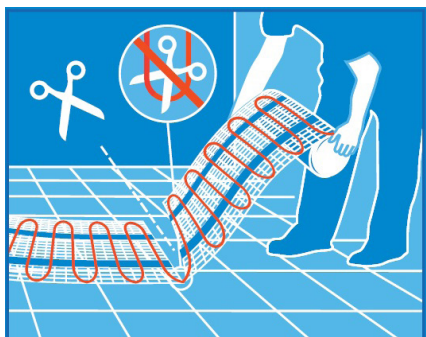

Рисунок 5
- Перед началом укладки мата удалите 10 см бумажной защитной пленки начиная с конца полосы липкой пленки. Липкую сторону мата прижмите к поверхности пола и равномерно удаляйте бумажную защитную полосу. Таким образом, вся полоса мата будет приклеена до самого конца обогреваемых полов. При повороте мата следует перерезать сетку (**рис. 5**), но ни в коем случае не повредите кабель красного цвета.